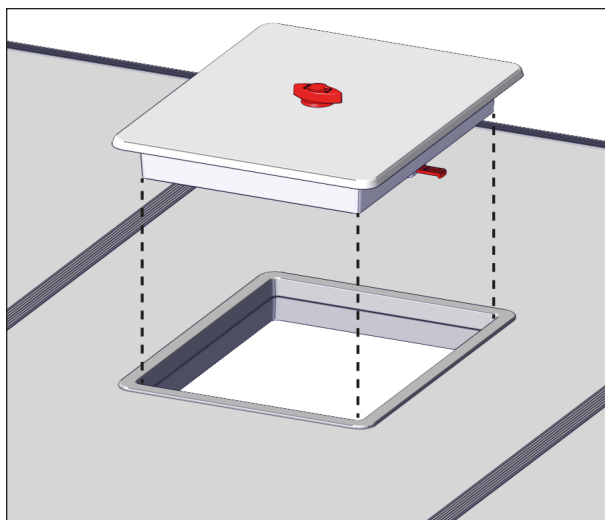

FIGURE 20: INSTALLATION DE LA SORTIE D'URGENCE
4. Tourner la poignée de la porte de sortie d'urgence pour rétracter les bras et l'installer dans l'ouverture de la sortie d'urgence du panneau central, voir Figure 20.